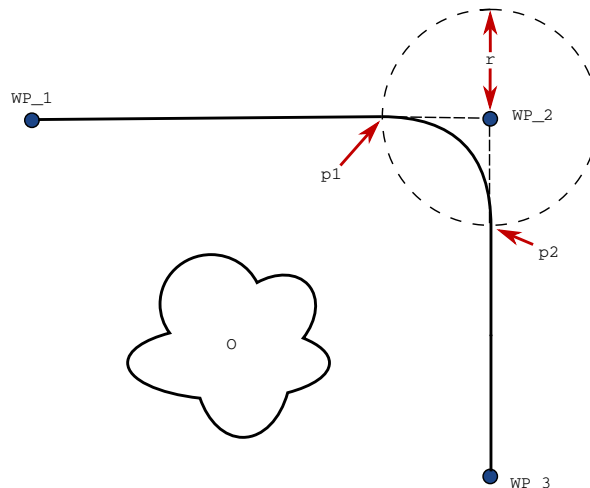

Abbildung 14.3: Blending über WP\_2 mit Radius  $r$ , ursprüngl. Blending-Position bei  $p1$  und letzte Blending-Position bei  $p2$ .  $\circ$  ist ein Hindernis.
**Überblend-Parameter** Neben den Wegpunkten beeinflussen mehrere Parameter den Bewegungsablauf im Überblend-Bereich (siehe Abbildung 14.3):